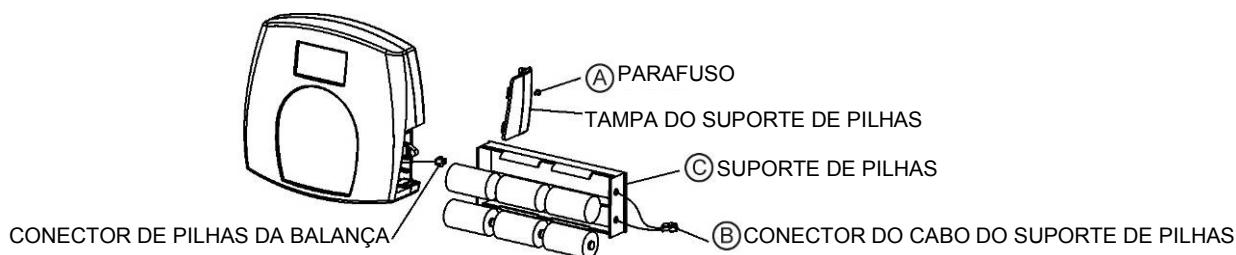

Figura 3 - Pilhas
2. Colocar as pilhas no suporte de pilhas (consultar as informações na secção "Pilhas" na Figura 3, em baixo).
2. Remover a tampa do suporte de pilhas do conjunto do visor, consultar a Figura 3 (A), em cima.
3. Desligar o conector do cabo do suporte de pilhas do conector de pilhas da balança (B).
4. Remover cuidadosamente o suporte de pilhas (C) fazendo-o deslizar para fora do conjunto do visor.
6. Deslizar cuidadosamente o suporte de pilhas (C) no conjunto do visor.
7. Ligar o conector do cabo do suporte de pilhas ao conector de pilhas da balança (B).
8. Fixar a tampa do suporte de pilhas ao conjunto do visor e instalar o parafuso (A).